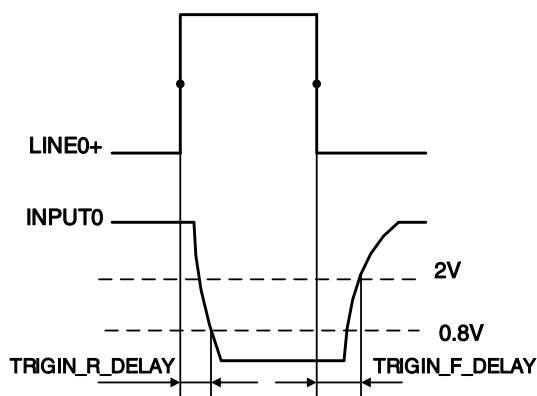

图 7-5 光耦隔离输入电路参数
- 上升沿延时时间： $<50\mu\text{s}$ ($0^{\circ}\text{C}\sim 45^{\circ}\text{C}$)，参数说明见图 7-5
- 下降沿延时时间： $<50\mu\text{s}$ ($0^{\circ}\text{C}\sim 45^{\circ}\text{C}$)，参数说明见图 7-5